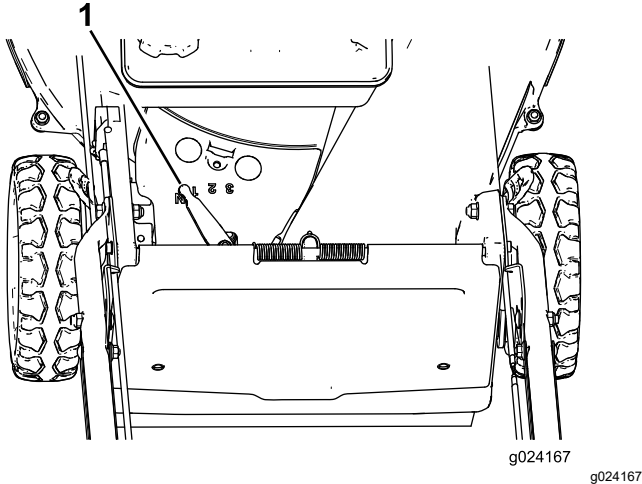

Figura 16
Această maină are 3 viteze de deplasare: 1 (lentă), 2 (medie) i 3 (rapidă); are, de asemenea, poziia neutră (N). Maneta pentru propulsia automată este amplasată sub rezervorul de combustibil, în partea din spate (Figura 16).